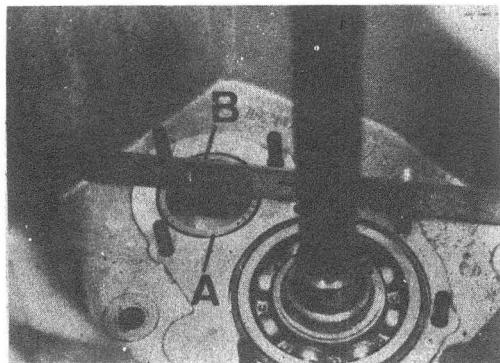

Fig. C1-118 Cárter de embrague
- 2.3. Montar la pista exterior, A (Fig. C1-118) del rodamiento delantero del eje intermedio, de forma que ésta quede al ras de la cara frontal interna del cárter de embrague.